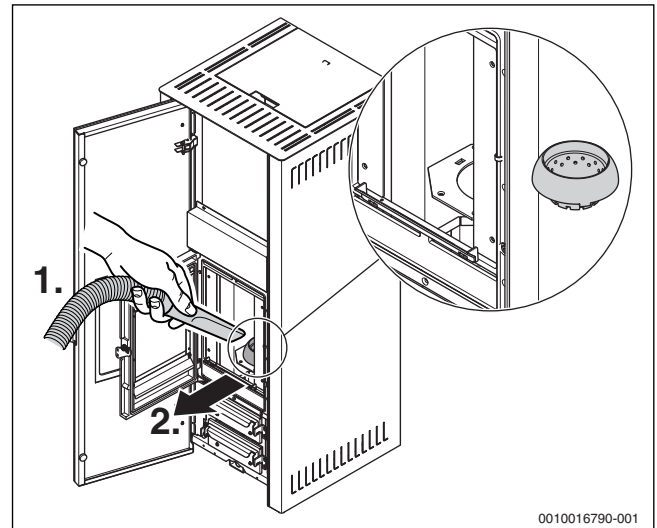

Bild 10 Asche entfernen
- ▶ Asche in der Brennerschale entfernen (→ Bild 10, 1.).
- ▶ Brennerschale aus dem Brennerkopf entnehmen (→ Bild 10, 2.).